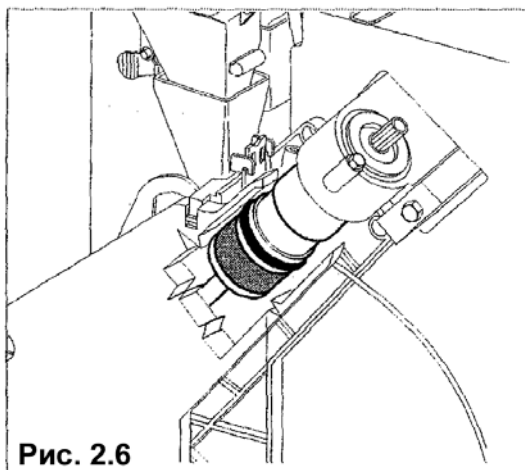

Рис. 2.6
- Редукторный двигатель группы вращения приводит ее в положение выдачи и одновременно прессует молотый кофе (рис.2.6).